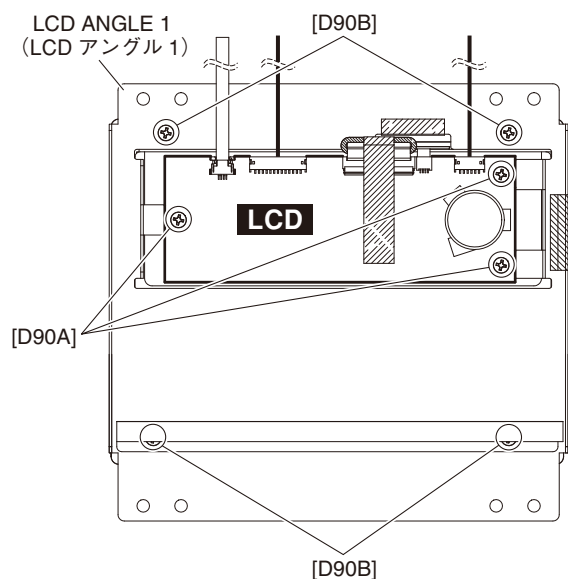

Fig. 9 (図 9)
- 14-4. Remove the three (3) screws marked [D90A]. The LCD circuit board can then be removed. (Fig. 9)
- 14-5. Remove the four (4) screws marked [D90B]. The LCD angle 1 can then be removed. (Fig. 9)
- 14-4. [D90A] のネジ 3 本を外して、LCD シートを外します。(図 9)
- 14-5. [D90B] のネジ 4 本を外して、LCD アンクル 1 を外します。(図 9)